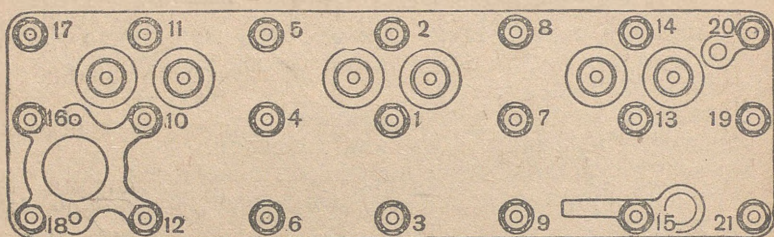

Рис. 52. Порядок подтяжки гаек головки блока цилиндров
2. Подтянуть гайки головки блока цилиндров в последовательности, указанной на рис. 52. При подтяжке не прилагать слишком больших усилий и не делать «рывков» во избежание перетяжки шпилек; окончательно гайки подтягивать на горячих двигателях.